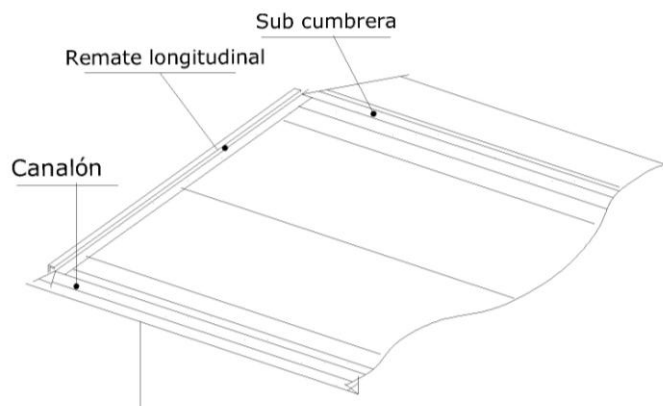

Fig. 7
1. Se realizan todas las operaciones de los puntos 4.1.1, 4.1.2, y 4.1.3 con base en los dibujos ejecutivos, se colocan todas las molduras complementarias a la instalación de la cubierta, como subcumbreras, canales de vierteaguas y todas aquellas molduras previstas debajo del panel. (Fig. 7)